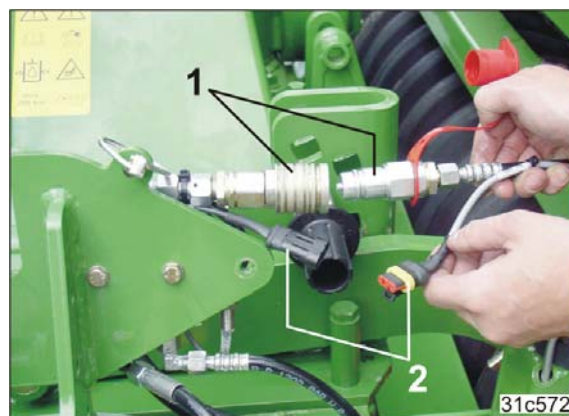

Fig. 106
4. Das Spuranreißer-Sensorkabel (Fig. 106/2) trennen.
5. Die Spuranreißer-Hydraulikschläuche (Fig. 106/1) entkuppeln.